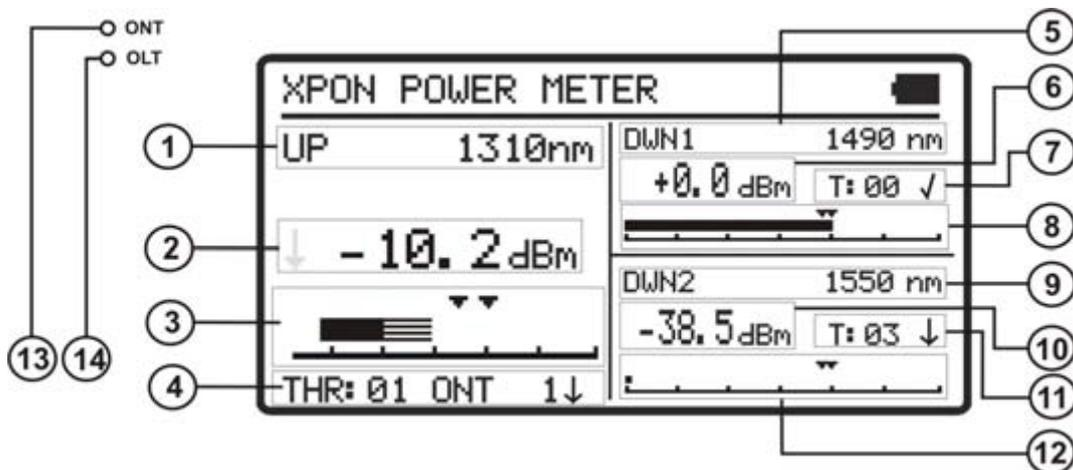

Figure 10.- Fonction POWER METER.
- 3 Appuyez sur **SEL**  ou **MENU**  pour entrer a l'écran (voir figure 10).